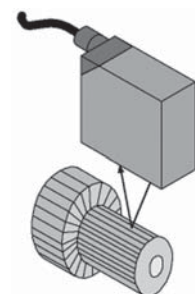

Рис. 14. Контроль поверхности коллектора
*Мотор двигателя* (см. рис. 14). Коллектор мотора должен иметь гладкую поверхность, чтобы предотвратить искрение и ранний износ щеточного узла. Датчик OD тестирует поверхность для обнаружения различных дефектов.